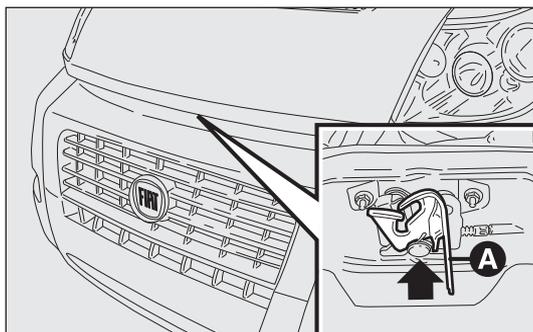

fig. 121
- tire de la palanca A-fig. 121 tal como muestra la figura;